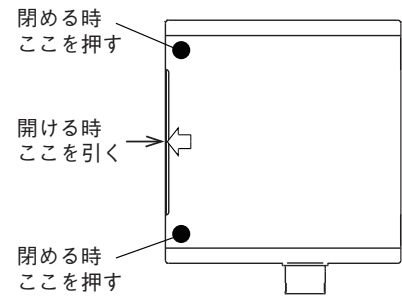

図 5 開閉方法（右開きの場合）
(2) カバー開閉方法
- カバーを閉める時はカバーに表示してある矢印側の上下角部 2 か所（図 5 ●部）を押し、確実に閉めてください。